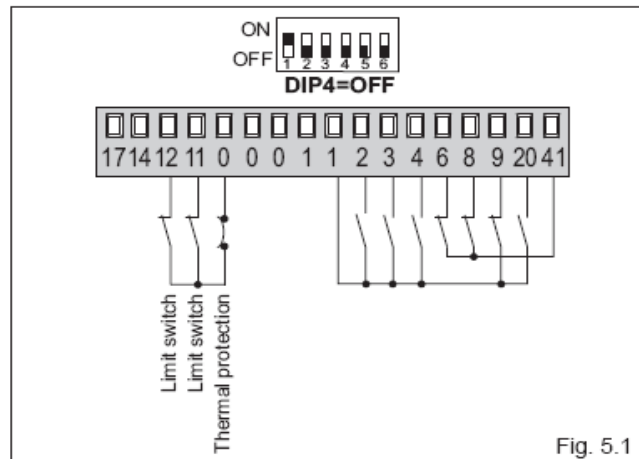

Fig. 5.1
- (rys.5.1) podłączyć styki N.C. wyłączników krańcowych na otwieranie i zamykanie do dodatkowych zacisków 0-11-12